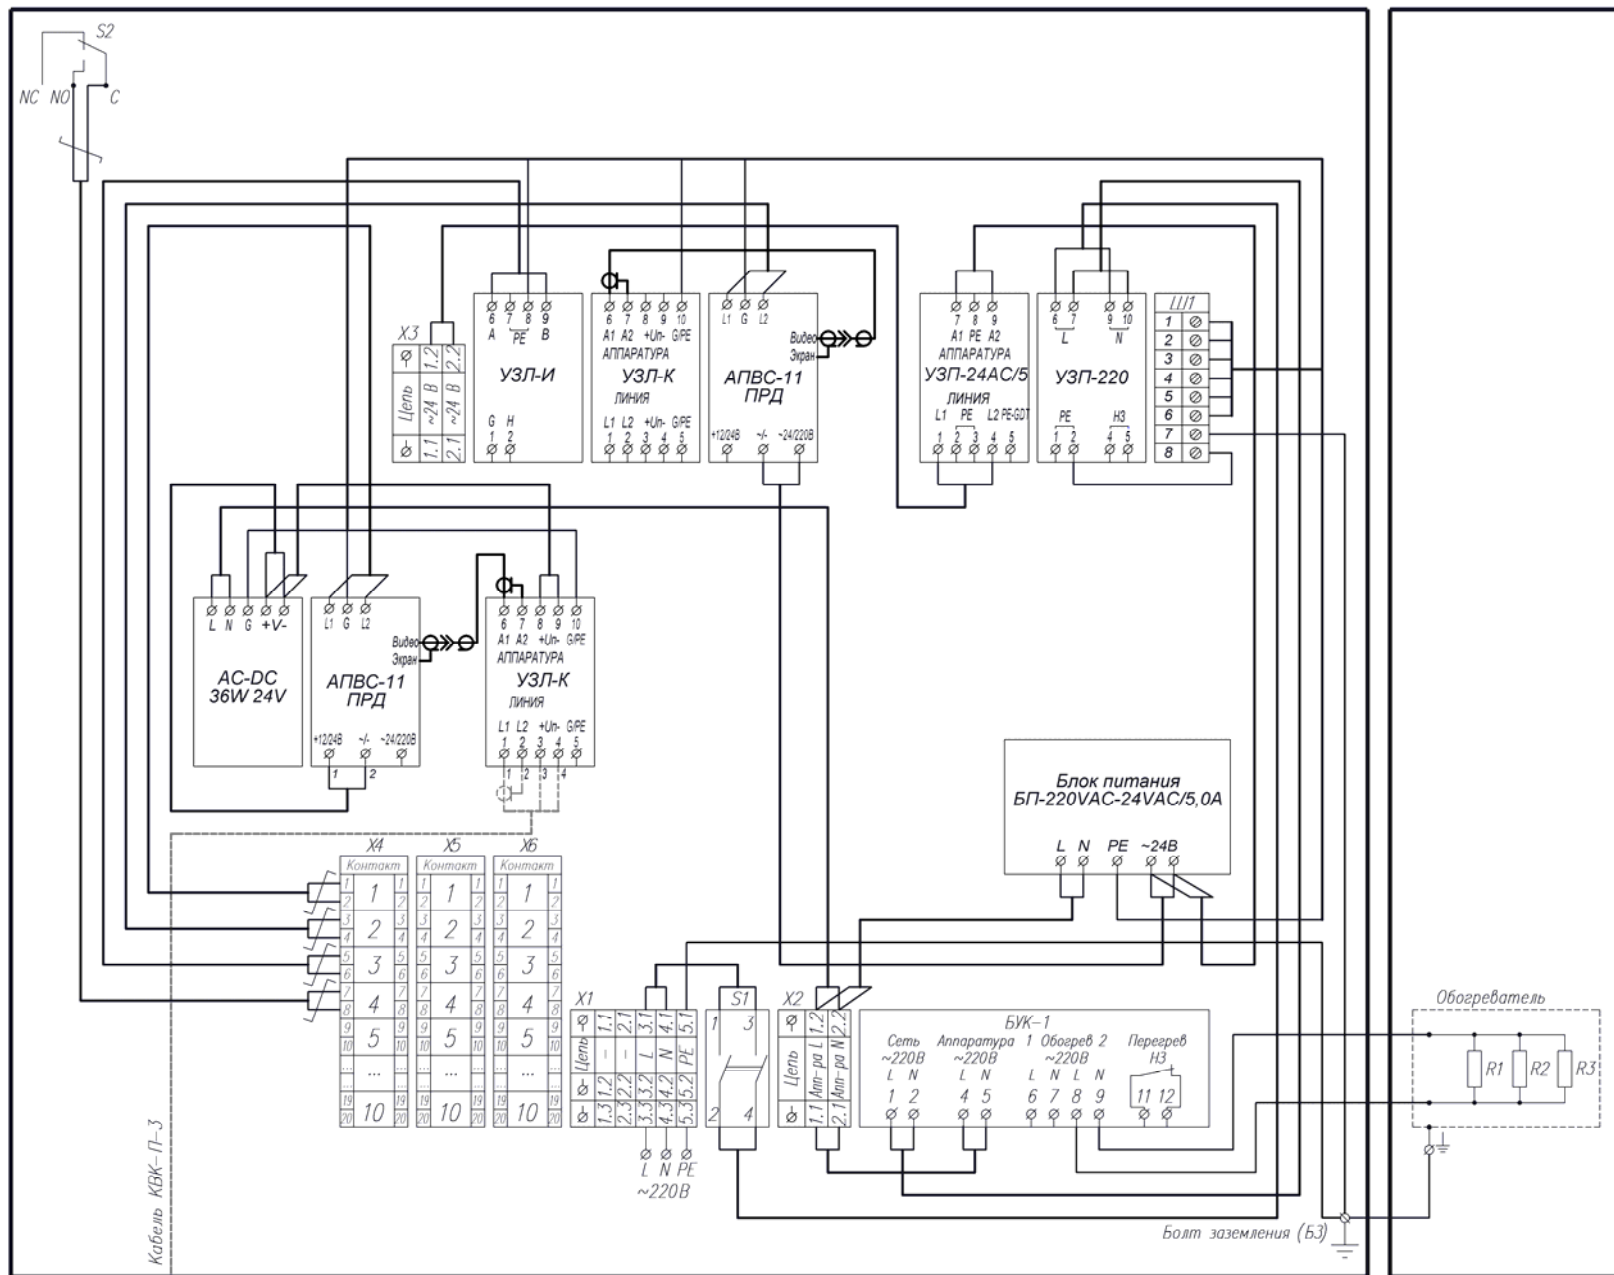
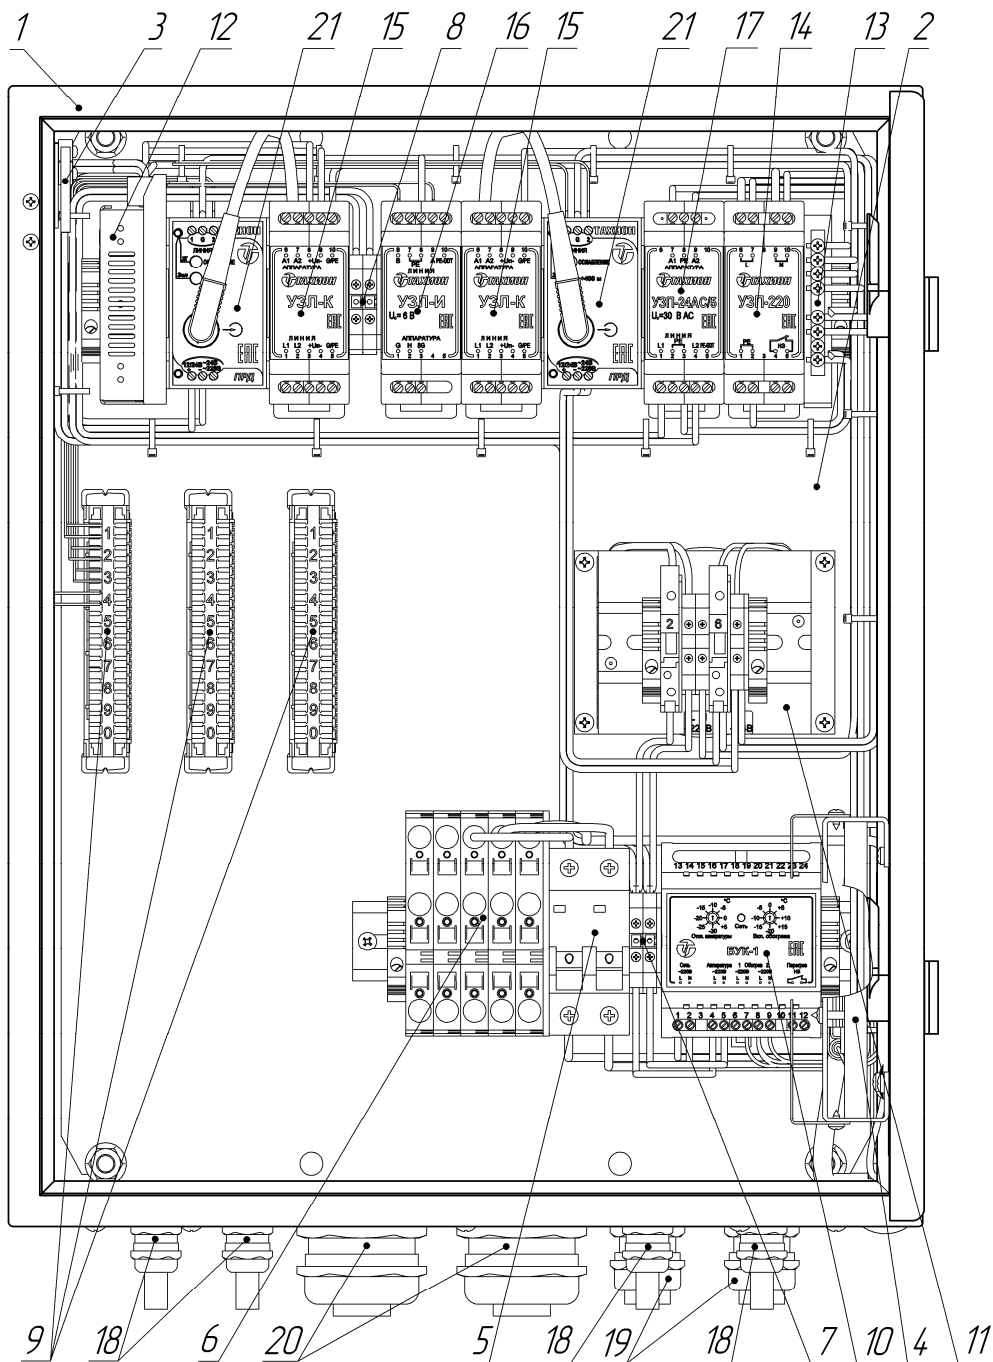

Рис. 2 Схема электрическая принципиальная ТШ-3-01
Рис. 1. Устройство термощафа ТШ-3-01 (дверь открыта на 90°)
- подключить ТВК к УЗЛ-К с помощью кабеля КВК-П-3 и разъема РС-10 согласно схеме (рис.2).
- тамперный контакт S2 (рис.1) к внешнему устройству сигнализации через контакты 7 и 8 (4-я пара) плинта Х4 (рис.2).
5. Подать напряжение питания 220В АС на клеммы Х2, при этом фазный провод (L) соединить с контактом 3, нулевой провод (N) с контактом 4, а провод заземления соединить с контактом 5 (РЕ).